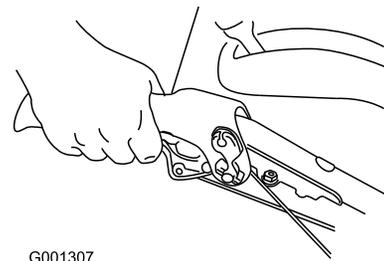

**Figure 12**
2. Serrez lentement le levier de commande de déplacement gauche contre la poignée (Figure 12).